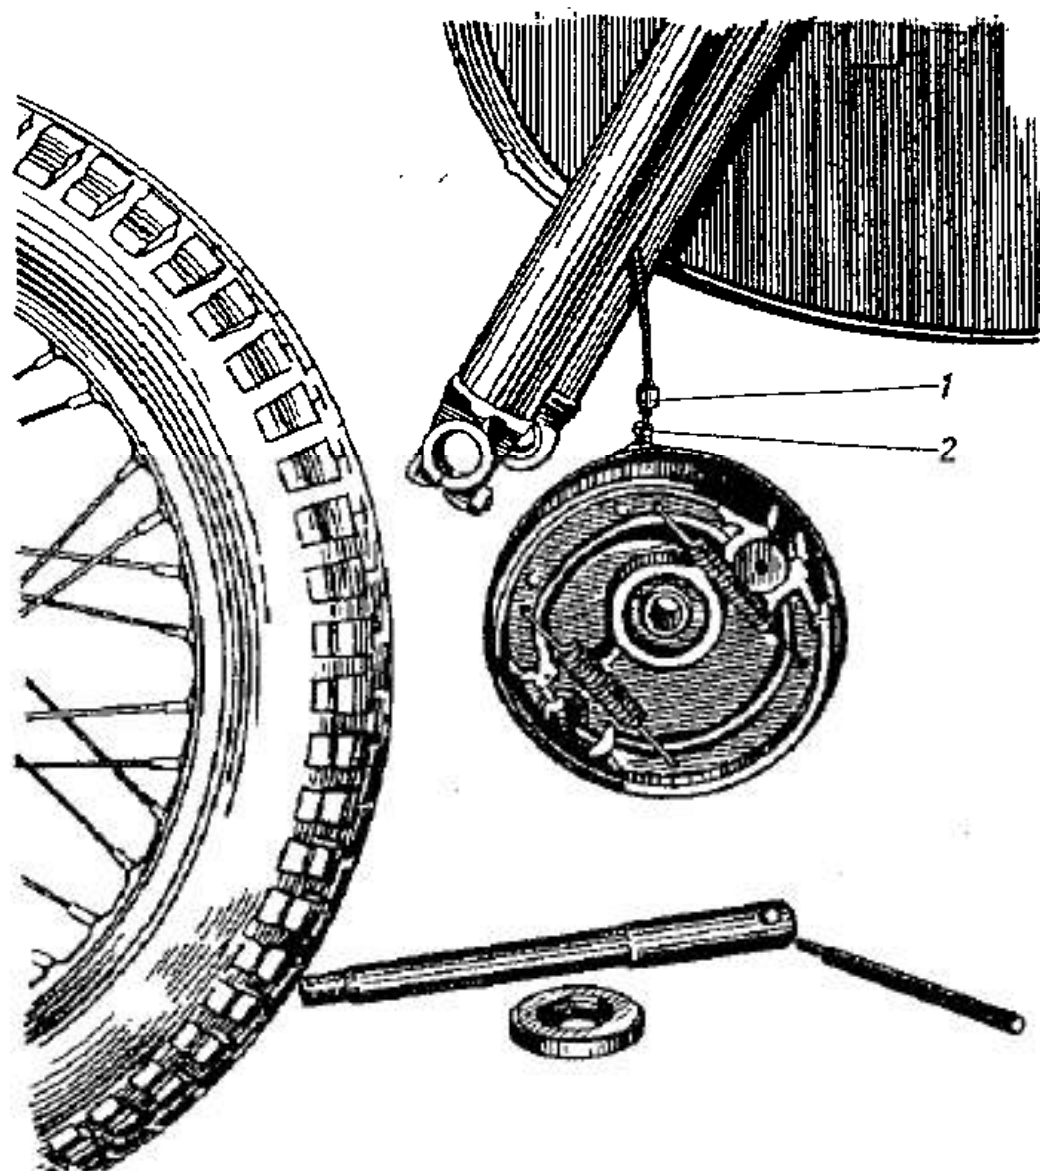

Рис. 30. Снятие переднего колеса
- б) ослабить контргайку 2 (рис. 30);